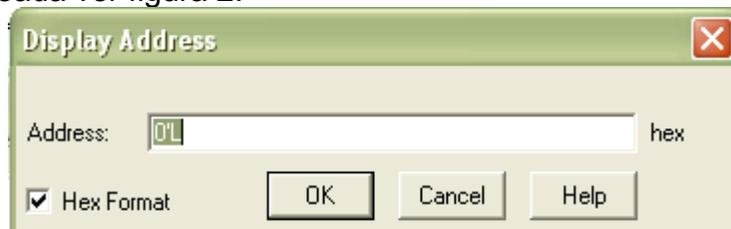

Figura 2 Desplegar Dirección
11. Aparecerá luego otro cuadro de diálogo donde tendrá que introducir el valor de la localidad deseada ver figura 2.